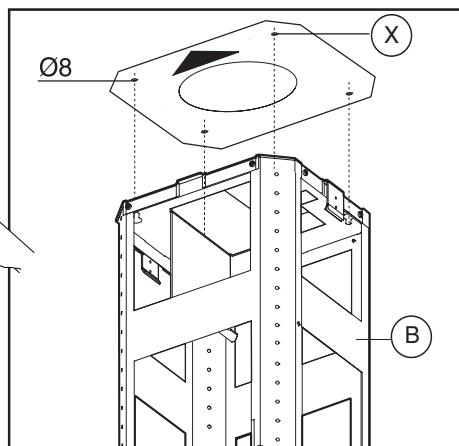

Fig. 3
- Positionner le gabarit de forure au plafond en faisant attention à ce que la flèche soit positionnée du même côté que la commande de l'appareil (Fig.3). Effectuer les 4 trous Ø8 au plafond et visser 3 vis sans les serrer complètement et en prenant garde de ne pas insérer la vis dans le trou marqué par un **X** sur le gabarit de forure (les vis normales et les vis tamponnées doivent être appropriées au type de mur).